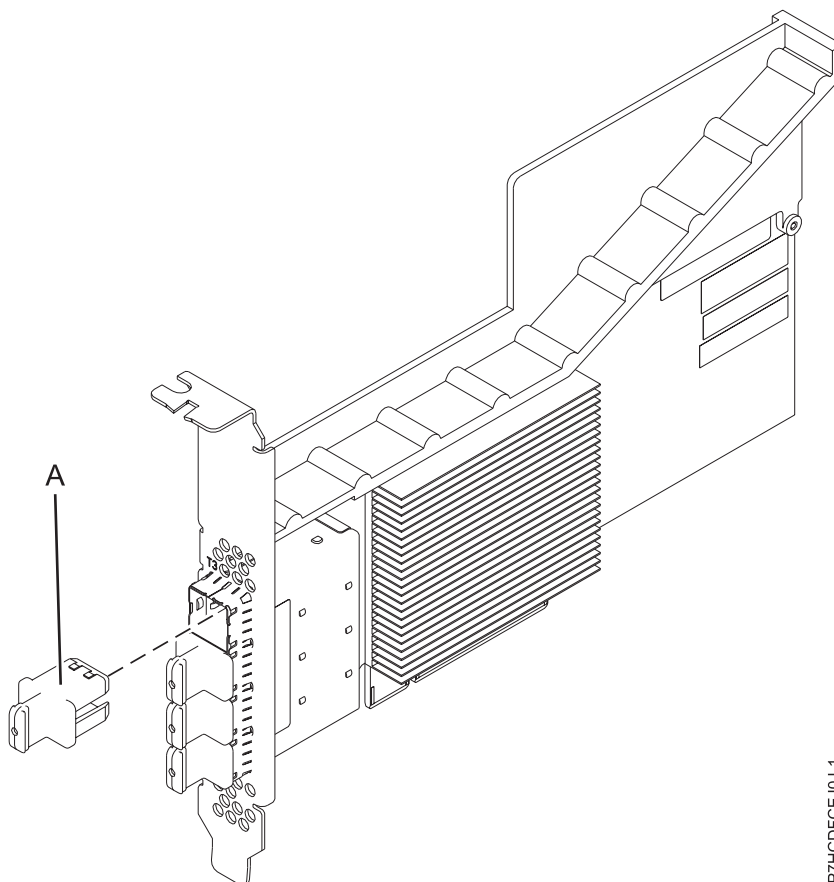

Figura 13. Adaptador de ports PCIe3 4 x8 SAS
L'adaptador port SAS PCIe3 4 x8 és un adaptador SAS RAID de la 3a generació PCI Express (PCIe), que té un perfil baix, amb un factor de format curt però que s'empaqueta amb una instal·lació d'altura completa. L'adaptador s'utilitza en aplicacions d'alt rendiment, alta densitat i SCSI connectat en sèrie (SAS). Admet la connexió de DVD SAS i cintes SAS utilitzant miniconnectors x4 SAS d'alta densitat (HD) que permeten que els enllaços físics es puguin fer servir en diverses configuracions de port reduïdes i àmplies. La connexió de cintes SAS només s'admet en una configuració d'un sol adaptador i no es pot combinar amb el disc SAS del mateix adaptador. L'adaptador no té memòria cau d'escriptura. La Figura 13 a la pàgina 42 mostra l'adaptador adaptador port SAS PCIe3 4 x8.
La Figura 13 mostra l'adaptador. L'endoll del connector (A) es troba en un port buit i impedeix danys en aquest port sempre que s'endollin o s'extreguin cables de connectors de port adjacent.